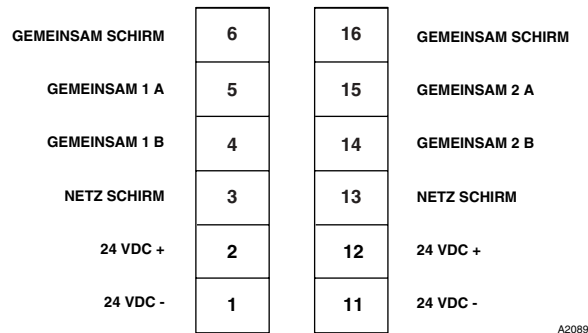

Abbildung 13— Belegung der Anschlussklemmen des Klemmenblocks für das Modell X3302 EQP
1. Schließen Sie die externen Drähte an die entsprechenden Klemmen im Anschlusskasten des Geräts an. (Siehe Abbildung 13 für die Belegung der Anschlussklemmen.)